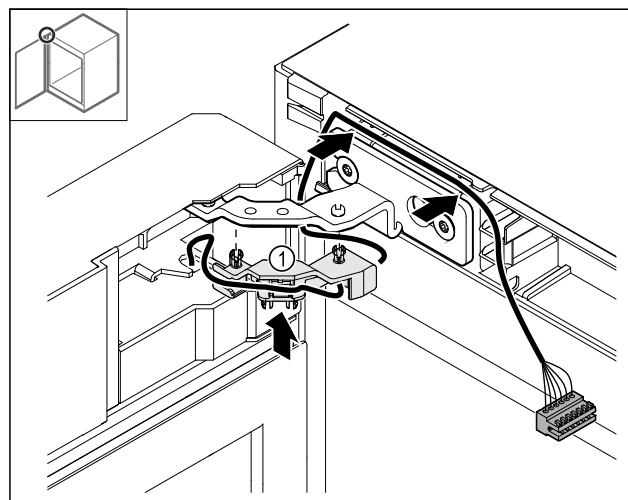

Fig. 48
- Kabelhalterung Fig. 48 (1) ins Scharnier drücken.